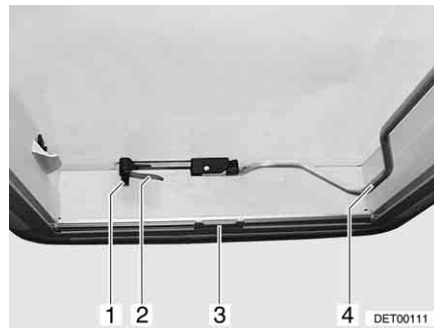
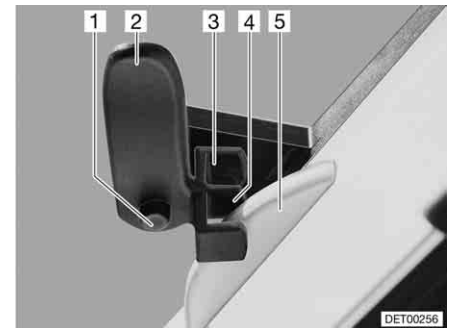

Bild 72 Heki-Dachhaube, geschlossen
Bild 73 Heki-Dachhaube in Lüftungsstellung 1
Öffnen: ■ Sicherungsknopf (Bild 72,1) drücken und Verriegelungshebel (Bild 72,2) eine viertel Umdrehung nach innen drehen.
■ Bügel (Bild 72,4) nach unten aus der Arretierung ziehen.
Schließen: ■ Bügel (Bild 72,4) nach unten aus der Arretierung ziehen.
■ Verriegelungshebel (Bild 72,2 und Bild 73,2) eine viertel Umdrehung drehen. Die Nase der Dachverriegelung (Bild 73,5) muss dabei in die obere Verriegelungsgabel (Bild 73,3) eingreifen.
■ Sicherungsknopf (Bild 73,1) drücken und Verriegelungshebel (Bild 73,2) zurückdrehen. Die Nase der Dachverriegelung (Bild 73,5) muss dabei in die untere Verriegelungsgabel (Bild 73,4) eingreifen.